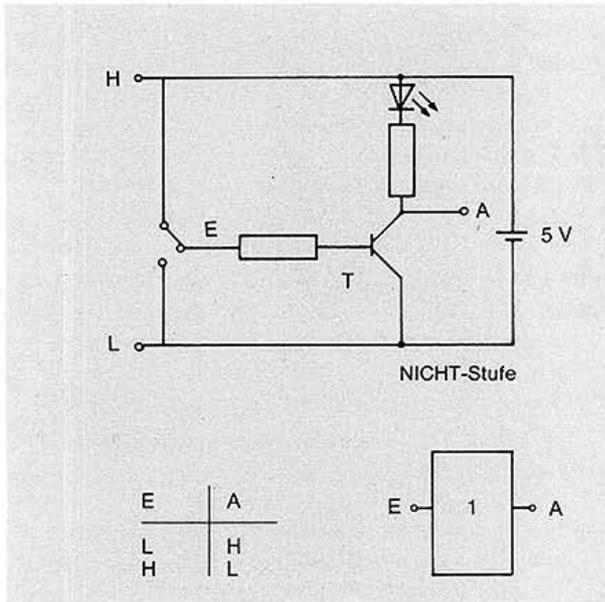

Abb. 2.5-26: NICHT-Schaltung, Schaltzeichen und Wahrheitstafel
**Das NICHT-Glied:** Ähnlich wie die Diode kann man auch den Transistor als Schalter verwenden. Einen als Schalter betriebenen Transistor kann man zur elektronischen Darstellung einer Negation (Verneinung) einsetzen. Ein NICHT-Glied zeigt Abb. 2.5-26.